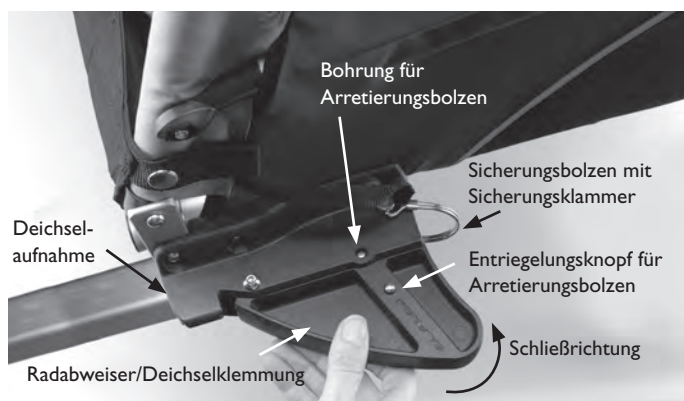

Abbildung 8
10. Schwenken Sie den rechten und linken Radabweiser vollständig nach innen. Dabei müssen jeweils beide Arretierungsbolzen der Deichselklemmung vollständig in den dafür vorgesehenen Bohrungen auf Ober- und Unterseite der Deichselaufnahme einrasten (s. Abbildung 8).